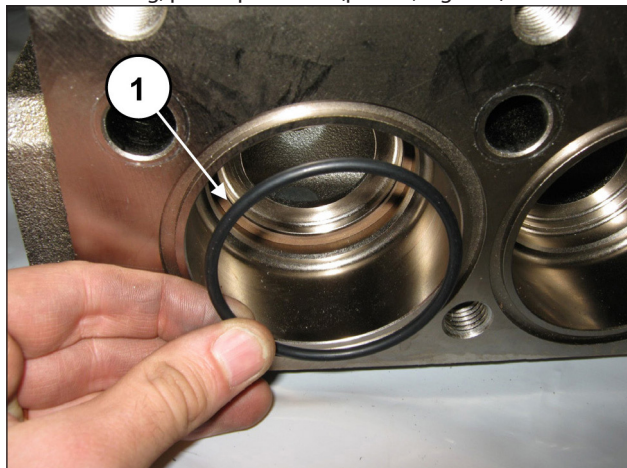

Fig. 148
Inserire l'O-ring, pos. esploso n. 7 (pos. ①, Fig. 148).